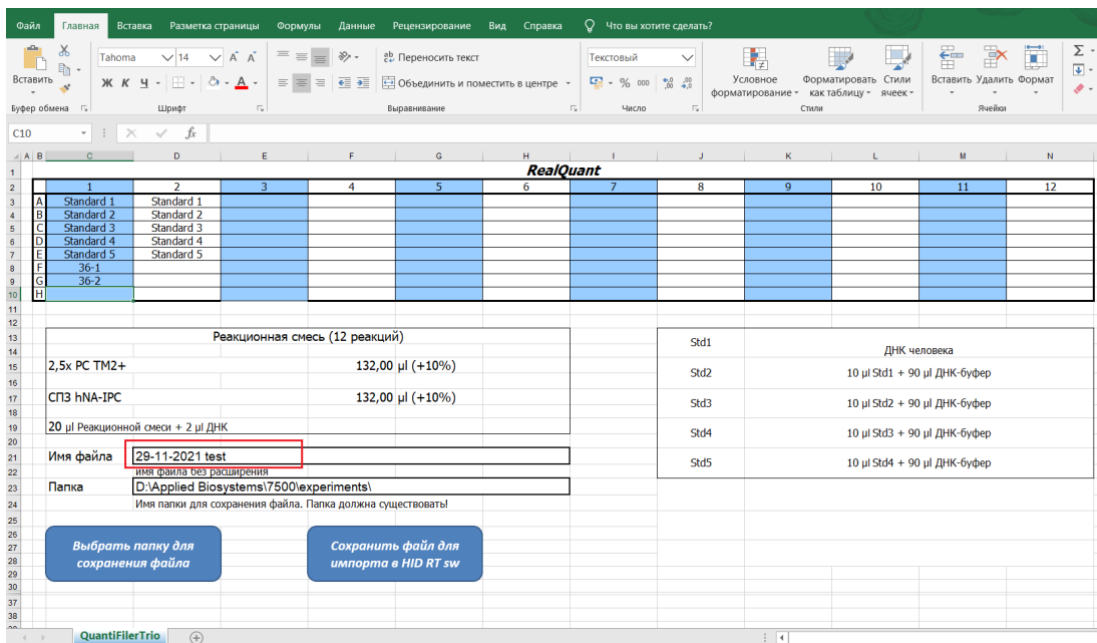

Рисунок 41
4. Указать имя файла в соответствующей строке (рисунок 41).